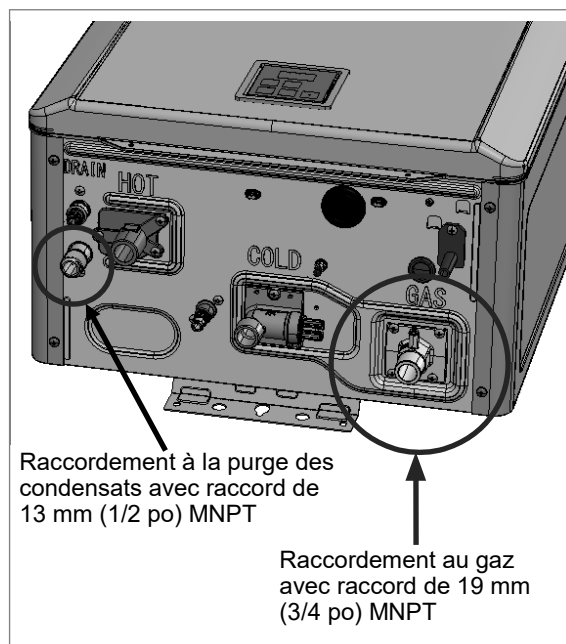

Figure 44
1. Appliquer un produit d'étanchéité pour filetage sur l'orifice de purge des condensats de 13 mm (1/2 po) MNPT. Se reporter à la figure 44 pour l'emplacement de la purge de condensats.